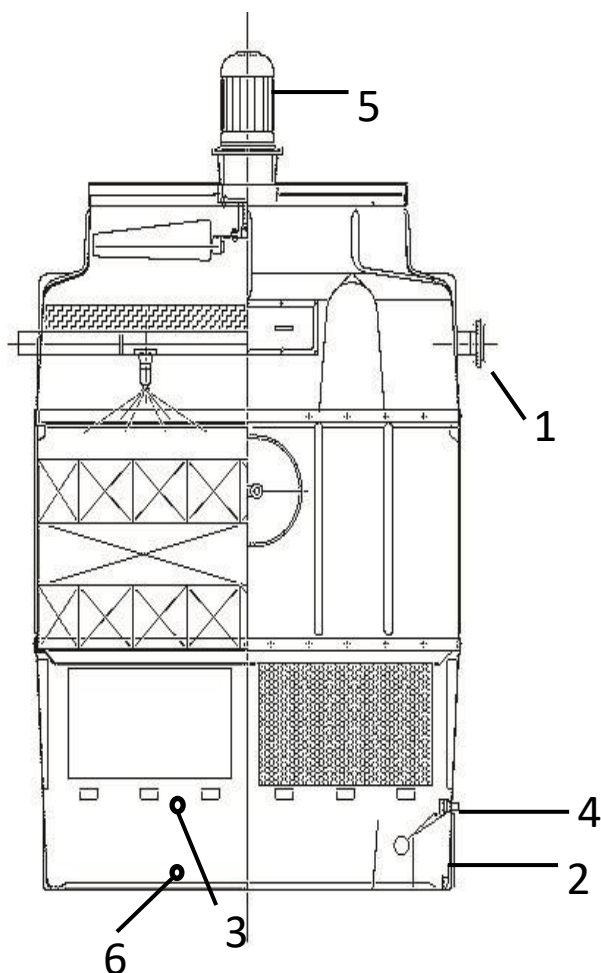

Fig. 24
- a) Raccordement de la tuyauterie d'entrée (fig. 24/1).
- b) Raccordement de la tuyauterie de sortie (fig. 24/2).
- c) Raccordement de la tuyauterie de trop-plein (fig. 24/3).
- d) Raccordement de la tuyauterie d'eau d'appoint de la vanne à flotteur (fig. 24/4).
- f) Raccordement électrique du moteur du ventilateur (selon le schéma de connexion dans la boîte à bornes), valves magnétiques, thermostats, etc. (fig. 24/5).
- g) Branchement de la tuyauterie de vidange (fig. 24/6).